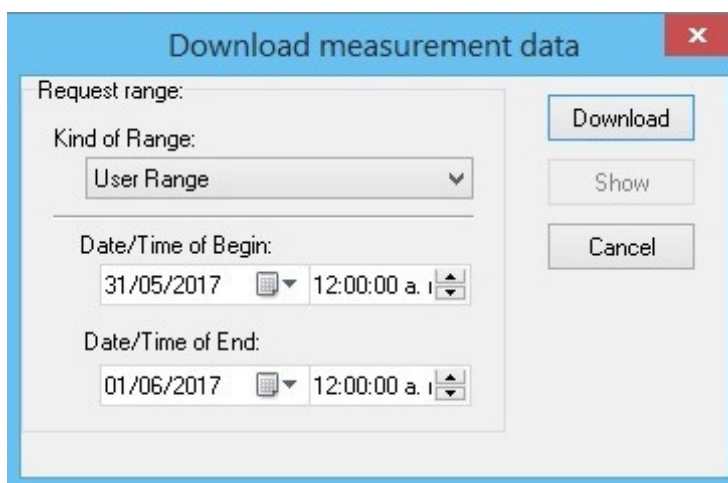

FIGURA 29. FORMULARIO “DOWNLOAD DATA”.
3. Hacer clic en “Download data”. Aparecerá el formulario “Download data” (Figura 29),